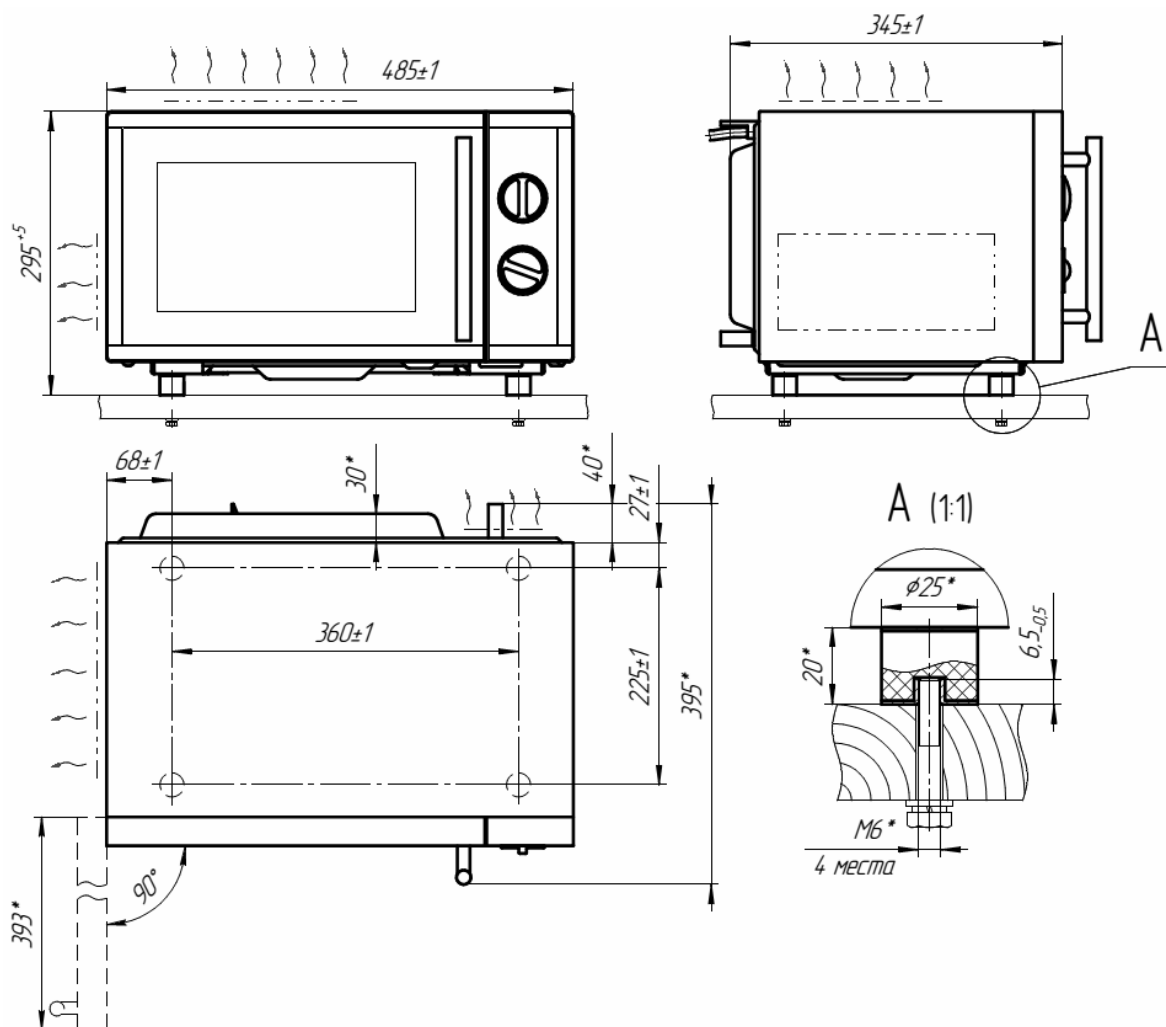

Рисунок 1. Габаритные и установочные размеры печи
4.3 Закрепление печи (см. рис.1) осуществляется через отверстия в неподвижном основании с помощью болтов или винтов и шайб диаметром 6мм.